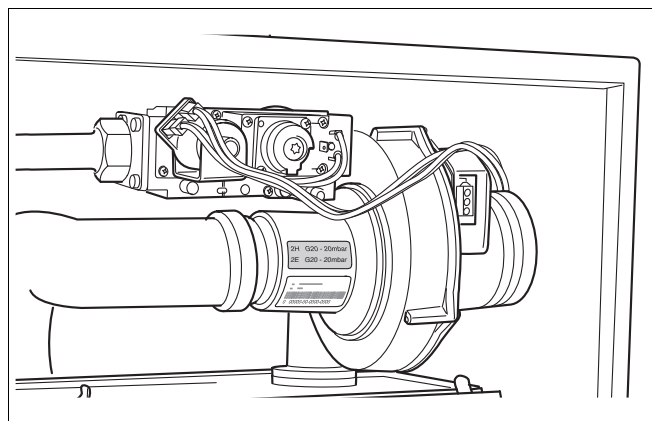

Fig. 69 Sticker gassoort controleren
- Controleer of de gassoort waarop het cv-toestel is aangesloten overeenkomt met de gassoort zoals die vermeld staat op de sticker gascategorie (→ fig. 69).